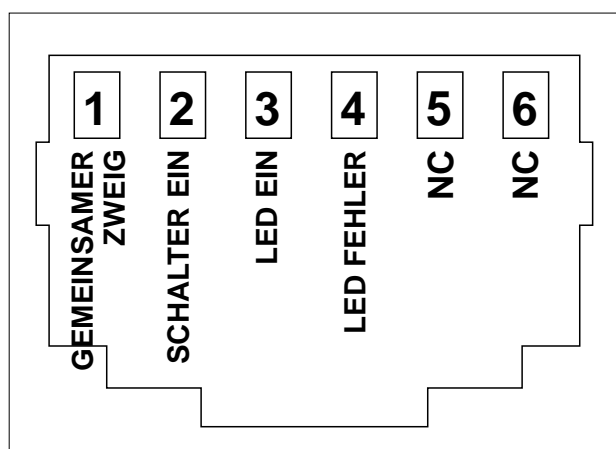

Abb. 11: rJ12-Anschluss mit steckerstift-signalbelegung
Gehen Sie unter Beachtung der Abb. 11 wie folgt vor, um den AC Power Analyser zu installieren:
3. Verbinden Sie die RJ12-Kommunikationskabel mit dem Wechselrichter (sofern vorhanden). Die Abbildung 11 zeigt, welcher Steckerstift welches Signal liefert.
7. Bauen Sie eine Sicherung, die für Ihre Verkabelung geeignet ist, in beide WS-Leitungen ein und schließen Sie die WS-Kabel am WS-Eingang an (Abb. 11, Pos. 1). Führen Sie den im Paket enthaltenen WS-Stecker mit Abdeckung ein.
Mindestens eins von jeweils drei MasterBus-Geräten muss in der Lage sein, den MasterBus mit Strom zu versorgen. Wenn Wechselspannung am Eingang anliegt (Abb. 11, Pos. 1), versorgt der AC Power Analyser den MasterBus.